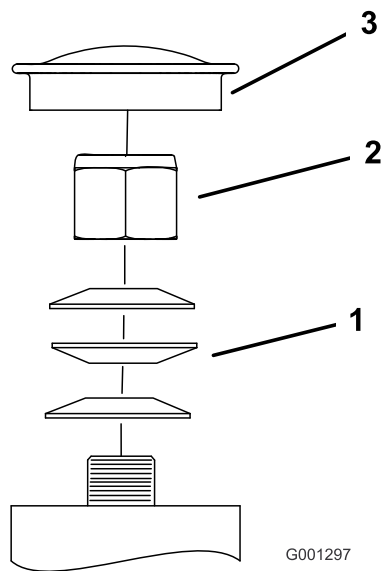

Рисунок 59
3. Снимите пылезащитную крышку с поворотного колеса и затяните контргайку (Рисунок 59).
4. Затягивайте контргайку до тех пор, пока пружинные шайбы не станут плоскими, и затем отверните на 1/4 оборота, чтобы правильно установить предварительную нагрузку на подшипниках (Рисунок 59).
- Внимание:** Убедитесь, что пружинные шайбы установлены правильно, как показано на Рисунок 59.
5. Установите пылезащитную крышку (Рисунок 59).